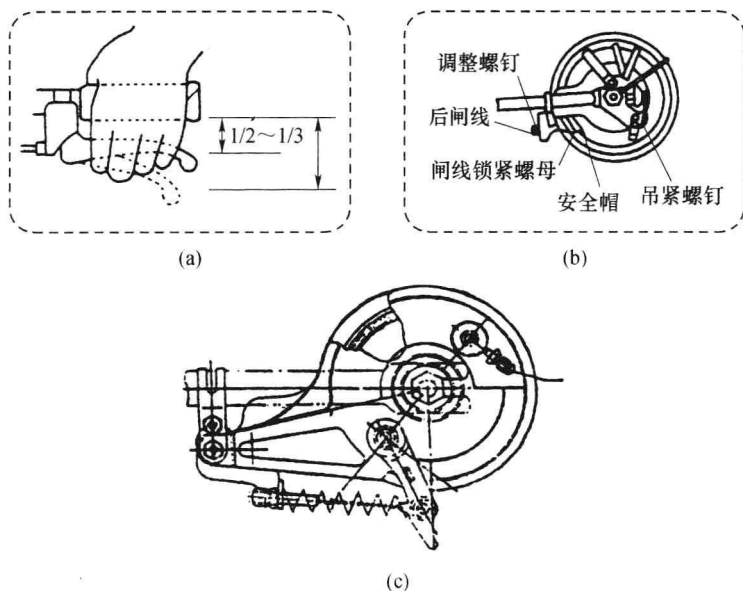

图 1-3 抱闸(涨闸)的调整
(2) 涨闸的调整:车轮偏紧时,可拧紧调节螺钉①,以达到最佳状态(见图 1-3)。